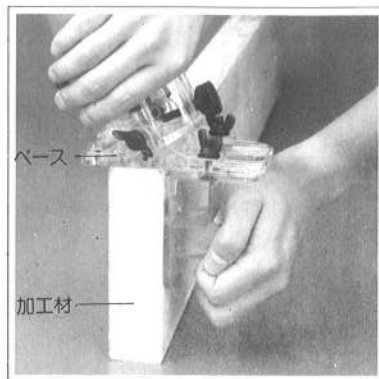

図6
- 加工する材料にビットが触れないところでスイッチを入れ、ビットの回転が上昇し安定したらベース面を材料に密着させ、本機を送ってください。(図6参照)